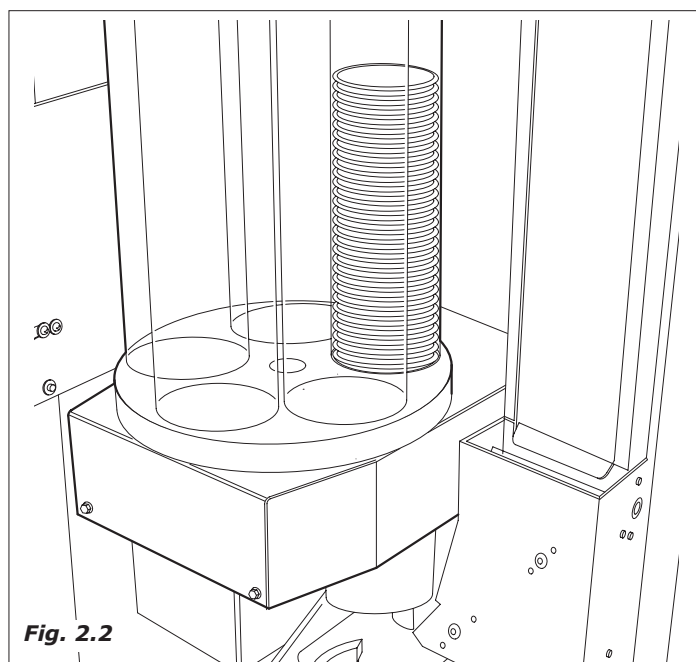

Fig. 2.2
- il motore all'interno del cup dispenser movimentata le chiocchie per separare e far cadere il bicchiere nell'apposita forcella di sostegno all'interno del vano erogazione / prelievo (Fig.2.2).